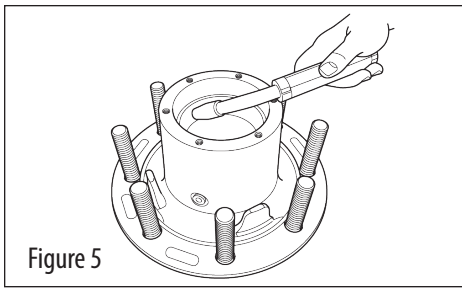

Figure 5
1. La bague de roulement peut être retirée d'un moyeu en aluminium en soudant une grosse ligne autour de la surface de roulement de la bague en acier, en laissant l'ensemble refroidir et en retirant la bague de roulement (voir figure 5).